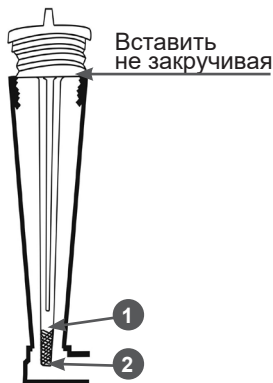

Рис. 16 Уровень масла в картере двигателя
9. Установите крышку-щуп в отверстие маслосаливной горловины, не закручивая ее. Аккуратно вытащите щуп и осмотрите его. Уровень масла должен соответствовать верхней отметке 1 на щупе (Рис. 16).